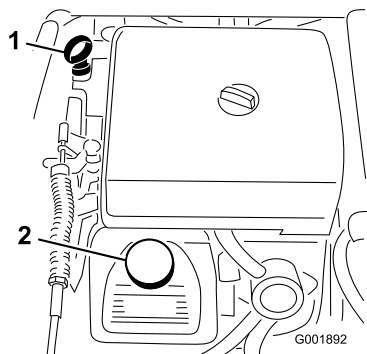

図 48
2. ディップスティックを抜き、ウェスで一度きれいに拭く（図 48）。ディップスティックを、チューブの根元までもう一度しっかりと差し込む。ディップスティックを引き抜いて油量を点検する。
3. オイルの量が不足している場合は、バルブ・カバーについている補給口のキャップ（図 48）を取り、ディップスティックの FULL マークまで補給する。補給するときは、ディップスティックで確認しながら少量ずつ入れてください。入れすぎないように注意してください。
8. 所要量の約 80% のオイルを補給口から入れる（図 48）。